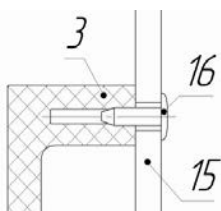
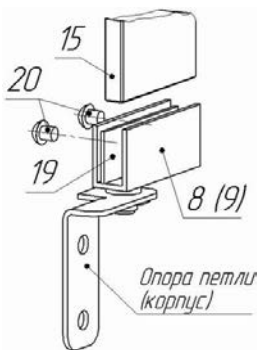
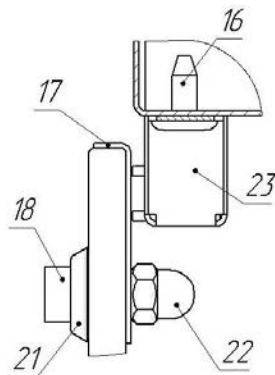

Рис. 2. Схема установки ручки.
Рис. 3. Схема установки петли.
Рис. 4. Схема установки накладки
2.2. Установите шампуры 7. Установите на стеклянные двери 15 ручки 3 при помощи саморезов 16 (рис. 2); металлические накладки 17 закрепите при помощи винтов 18 с шайбами 21 и гайками 22 (рис. 4). Затем стекла 15 закрепите в петлях 8 и 9 (рис. 3) посредством винтов 20 и металлических прокладок 19, выровняв стекла горизонтально. При необходимости выровняйте магнитные защелки 23 таким образом, чтобы их контакт с накладками 17 осуществлялся по всей поверхности магнитных пластин. Для этого ослабьте саморезы 16, выровняйте защелки 23 и снова заверните саморезы.